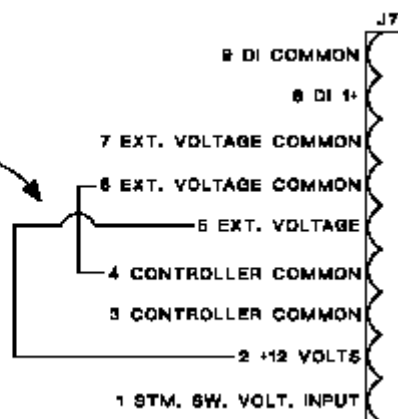

Рисунок 3-12. Для “подключения” цифрового входа выполните эти дополнительные соединения клемм проволочными перемычками.
- (3) Выполните подсоединения линий цифровых входов/выходов к терминальной плате ТВ контроллера ГХ. Здесь имеется возможность подключения линий для пяти цифровых входов и пяти цифровых выходов, следующим образом:
- (4) Для входа цифровых сигналов также выполните приведенные ниже "соединения проволочными перемычками" (смотрите Рисунок 3-12).
- Напряжение в 12 В есть постоянное напряжение, поставляемое от источника питания контроллера ГХ после замыкания клемм #2 и #5 (смотрите выше ПРИМЕЧАНИЕ, и Рисунок 3-12).